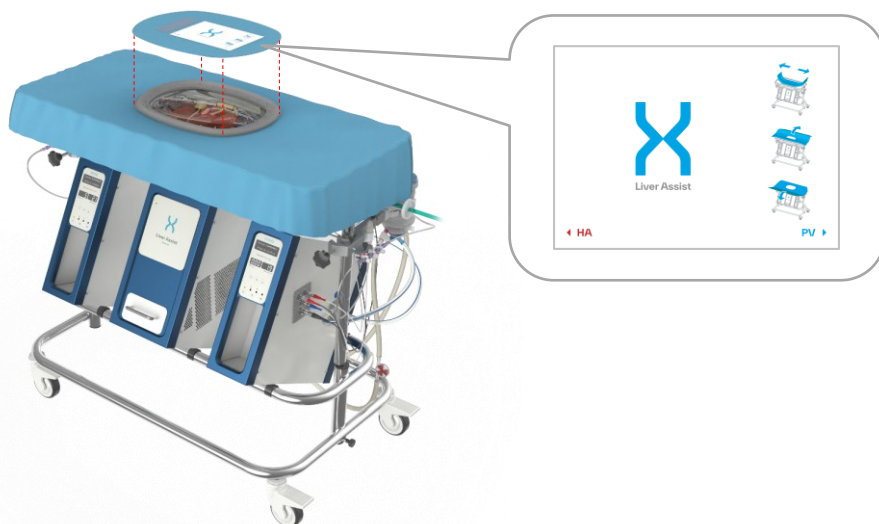

Figura 29: Colocação de um campo estéril adicional.
- Coloque o campo estéril adicional sobre o reservatório e certifique-se de que a orientação esteja correta, conforme indicado pelas marcações AH e VP em cada lado da etiqueta (Figura 29)